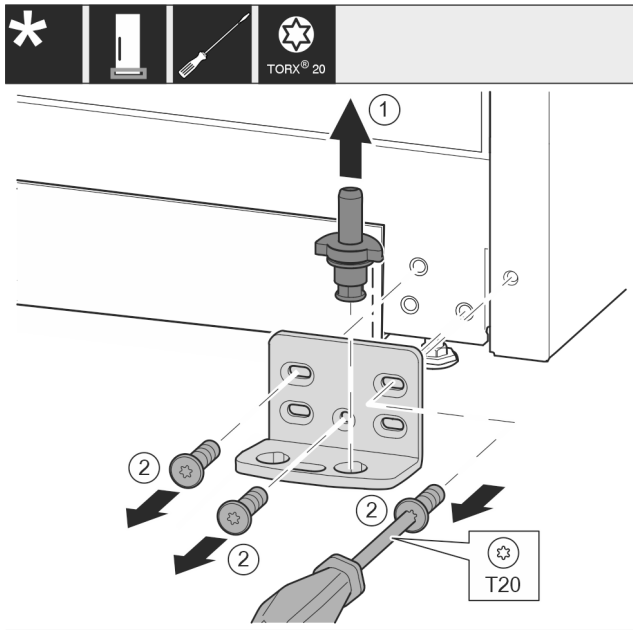

Fig. 16
- ▶ Lagerbolzen Fig. 16 (1) komplett nach oben herausziehen.
- ▶ Schrauben Fig. 16 (2) mit Schraubendreher herausdrehen und Lagerbock abnehmen.